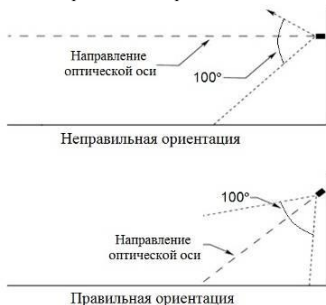

Рисунок 5 – Установка извещателя по отношению к горизонту
- Извещатель должен быть нацелен на объект по нисходящей под углом к горизонту (см. рис. 5). Такая установка предотвращает скопление влаги на оптической части извещателя.